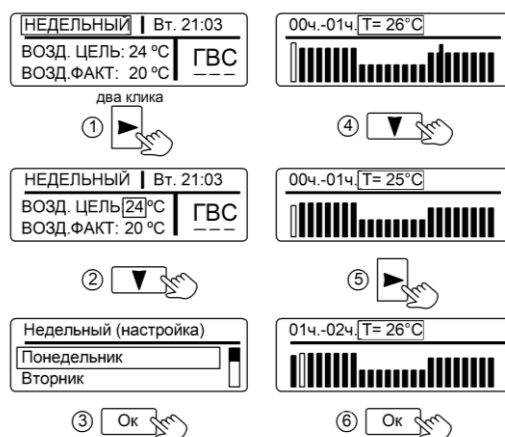

Рисунок 8. Настройка режима «НЕДЕЛЬНЫЙ»
10.3 «НЕДЕЛЬНЫЙ» – наиболее энергоэффективный режим отопления, учитывающий постоянные привычки и предпочтения пользователей. Режим «НЕДЕЛЬНЫЙ» позволяет настроить температуру воздуха в помещении индивидуально для каждого часа работы на протяжении всех дней недели. Последовательность настройки показана на рис.8. Кнопками «◀», «▶» выполняется переход по часам,